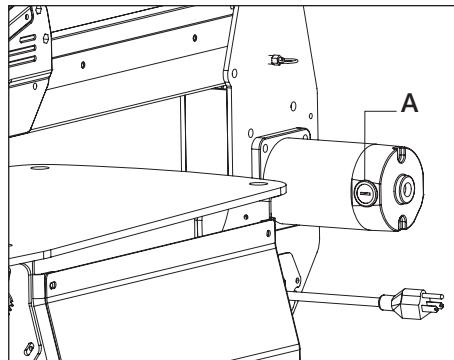

Рисунок 18.
- ослабьте крепление щёткодержателя **A** (рис. 18) и осторожно выньте щётки из двигателя; запомните, в какой ориентации были вставлены старые щётки, замените щётки, если поджимная пружина повреждена;